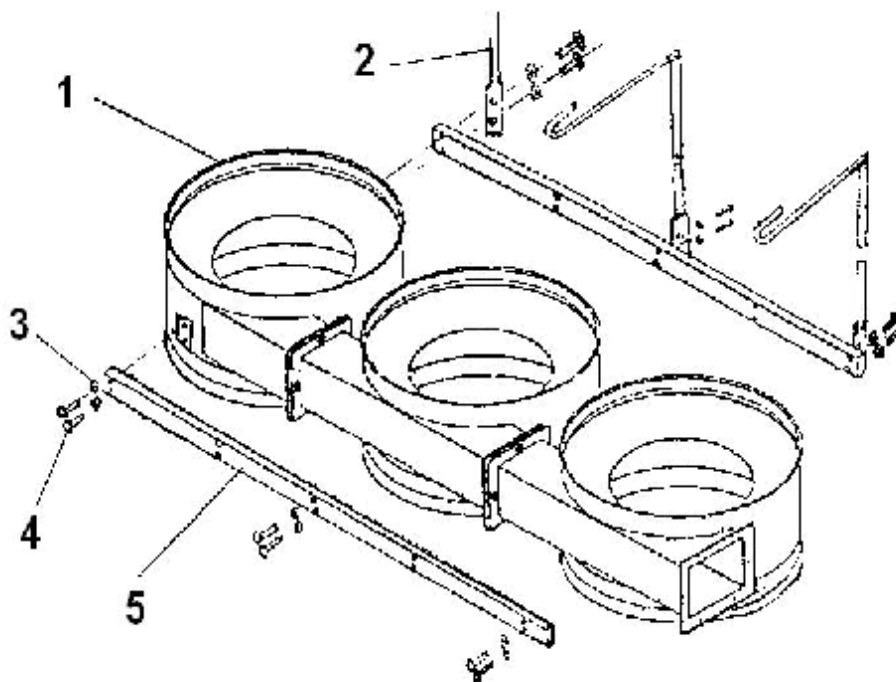

Fig. 4
4. Placez les tubes de raccordement (5) sur les deux côtés des séparateurs connectés (1), en fixant le tube de raccordement avant à l'aide du boulon hexagonal M8X35 et des rondelles, puis en fixant le tube de raccordement arrière avec le support de sac supérieur à l'aide du boulon hexagonal M8x35 et des rondelles. Voir la figure 4.